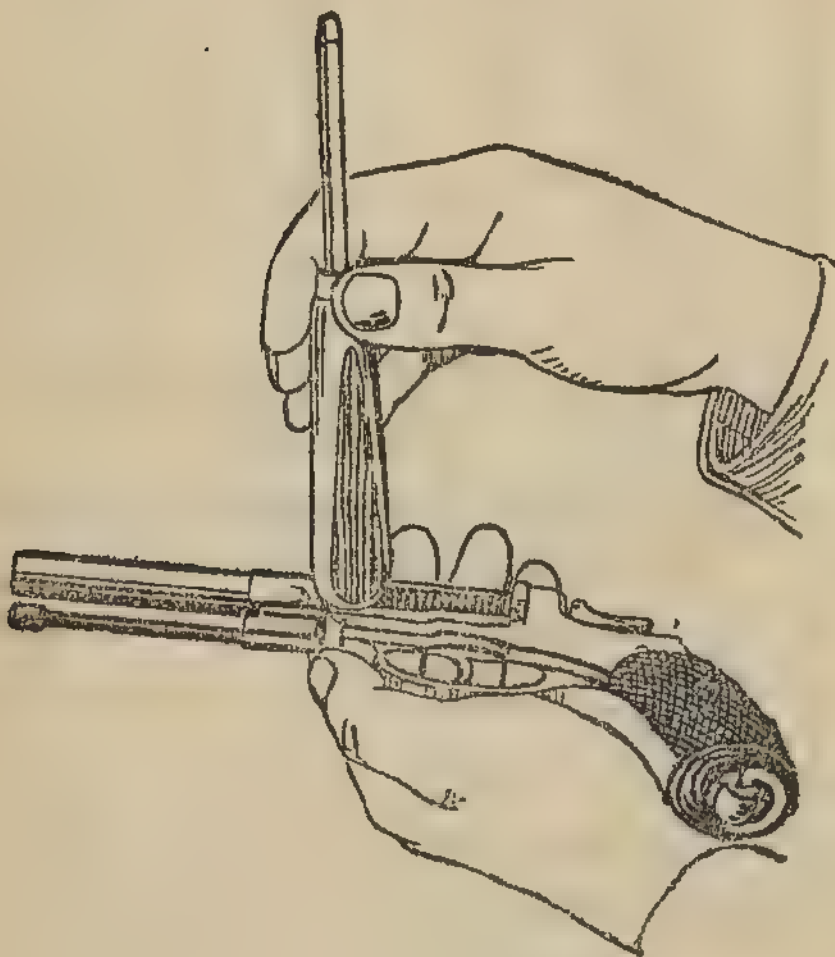

Рис. 31. Как отделить боковую крышку.
4) **отделить боковую крышку:** положить револьвер на ладонь левой руки боковой крышкой кверху и ударить рукояткой отвертки по левой стороне передней стенки рамки у того места, где поставлен номер револьвера; отделить рукой крышку (рис. 31);